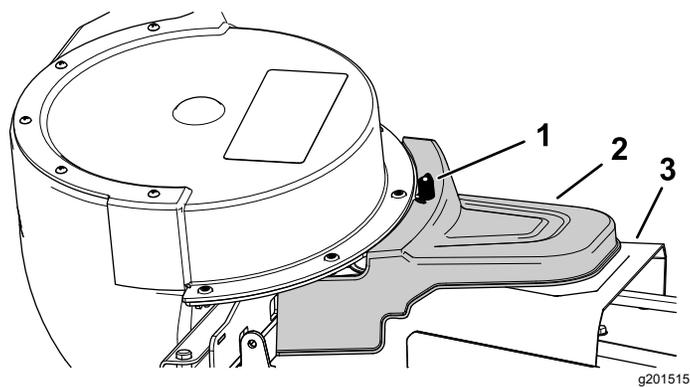

Figure 17
5. Placez le couvercle du système de ramassage entraîné par dessus le protège-courroie, et fixez-le en serrant les boutons (Figure 17).